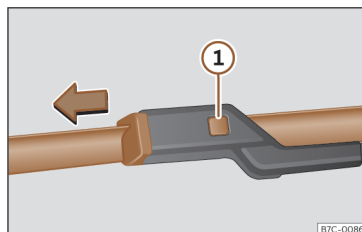

Fig. 204 Cambio de las escobillas del limpiaparabrisas.
- Mantenga presionada la tecla de desbloqueo >>> **fig. 204** ① tirando ligeramente de la escobilla en el sentido de la flecha.